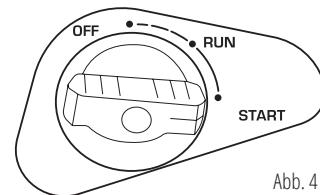

Abb. 4
- Stellen Sie die Starterklappe in Position „OFF“ (Abb. 4).